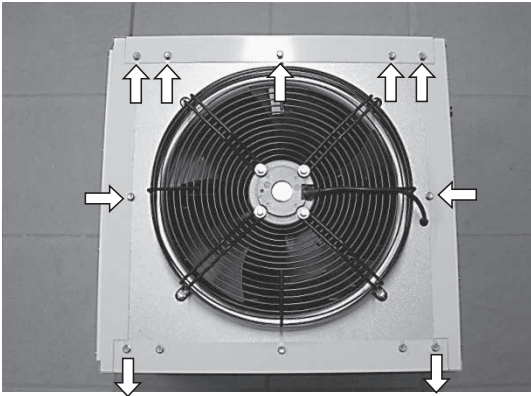

Bild 1
1. Lossa de nio skruvarna (AW 62 tolv st) som markerats med pilar enl. bild 1. På AW 22 lossas även de fyra plåtskruvarna.